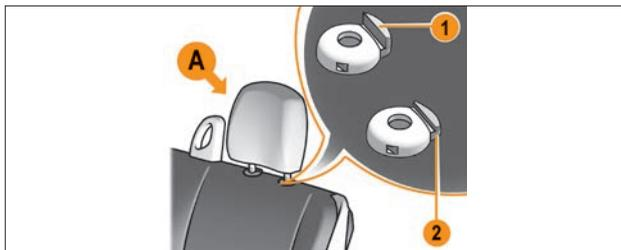

Рис. 2.2.1. Подголовники типа А сиденья второго ряда (в варианном исполнении)
- Подголовники типа А (рис. 2.2.1).
Чтобы опустить его вниз, нажмите одновременно на фиксатор 1 (рис. 2.2.1 или 2.2.2) и на подголовник.